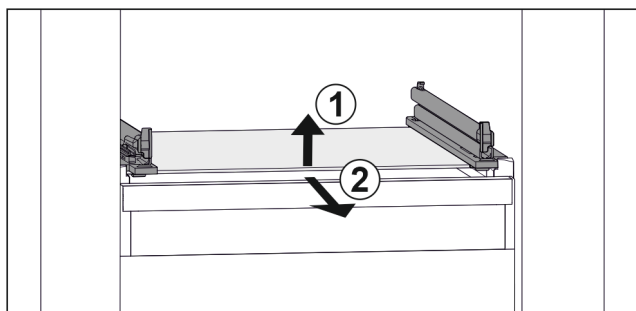

Fig. 47 Lasihyllyn esimerkinomainen kuvaus
- Nosta lasihyllyä edestä. Fig. 47 (1)
- Poista lasihyllly vetämällä sitä eteenpäin. Fig. 47 (2)